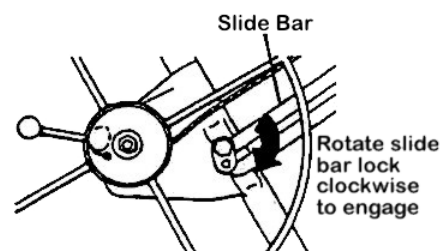

Figure 5
- d. Wenn die Winde voll ausgefahren (weg vom Stativ) ist, den Bremshebel loslassen und den Haltehaken ausschwenken, so dass er nicht mehr die Teleskop-Teile innerhalb des Stativs blockiert. (Figure 5)
5. Drücken Sie die Winde leicht zurück gegen das Stativ. Dies aktiviert automatisch die Schiebeperrre und die Winde bleibt voll ausgefahren. (Figure 5)